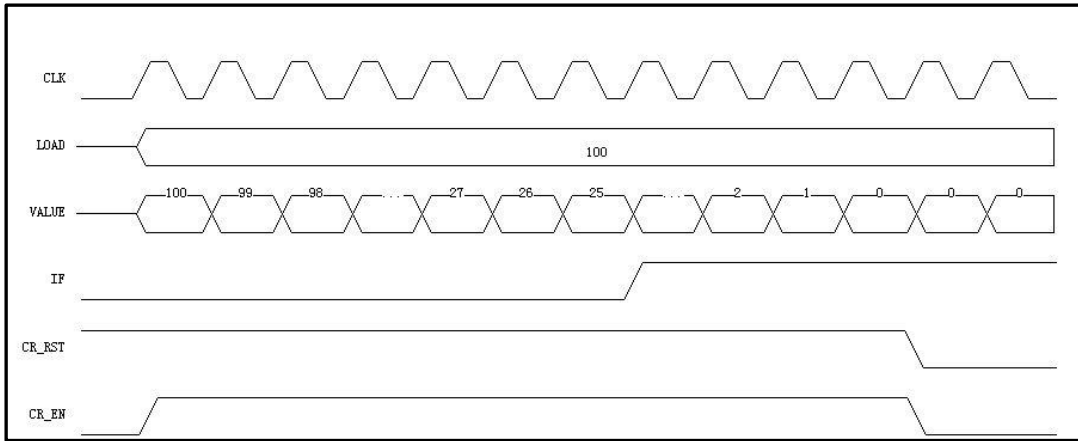

图 6-15 WDT 配置为 reset 模式波形图
- 产生中断信号后，若 CR 中 RSTEN 位被置位，且未执行喂狗操作，则计数值到达 0 时，产生复位信号，如图 6-15 所示